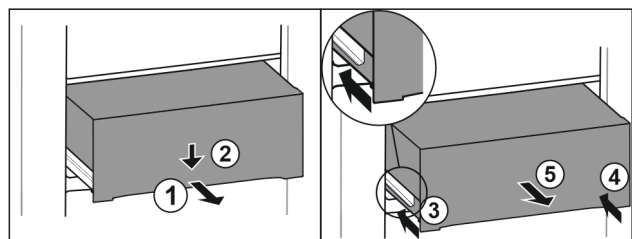

Fig. 57
- ▶ Вытяните выдвижной ящик наполовину. Fig. 57 (1)
- ▶ Вдавите выдвижной ящик в передней части вниз. Fig. 57 (2)
- ▶ Задвиньте левую направляющую прим. на 2 см. Fig. 57 (3)
- ▶ Задвиньте правую направляющую прим. на 2 см. Fig. 57 (4)
- Извлеките выдвижной ящик движением вперед. Fig. 57 (5)